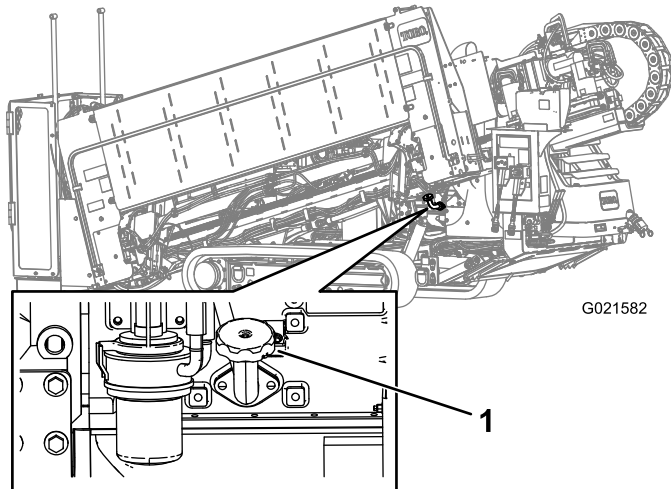

Bild 85
- A. Nehmen Sie den Fülldeckel (Bild 85) ab und füllen Sie Öl ein, bis der Höchststand erreicht ist.